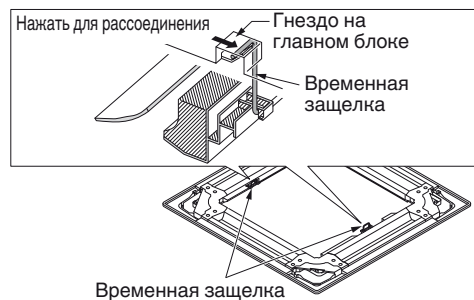

Рис. 7-4
- 1) Прикрепите временные защелки с внутренней стороны потолочной панели к гнездам на блоке, чтобы временно закрепить потолочную панель на месте. (Рис. 7-4)
- При снятии потолочной панели нажмите временные защелки наружу, удерживая при этом потолочную панель. (Рис. 7-4)